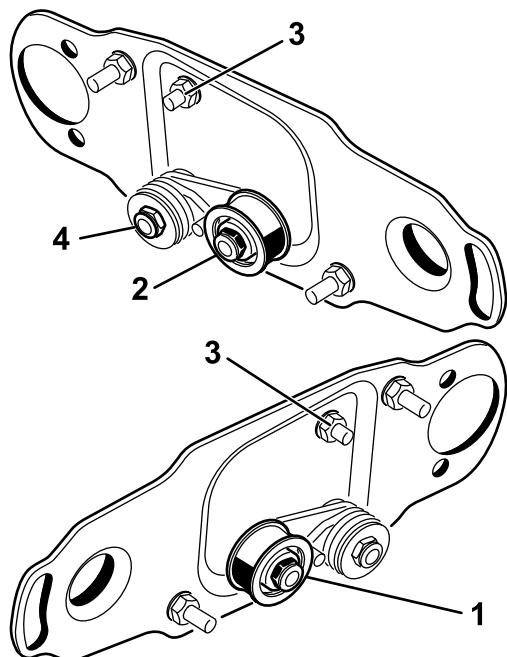

図 2
左前と左後のカッティングユニットについては、カッティングユニットの **右側** にアイドラプーリがくるよう、以下の手順で取り付け位置を変更してください **図 2**
1. カッティングユニットの左側からアイドラプーリ・アセンブリを取り外し、カッティングユニット右側にあるブラシプレートについている低い方の穴に取り付ける **図 2**。
2. キャリッジボルトとナットを外し、以前にアイドラプーリ・アセンブリが取り付けてあった上穴にこれらを移動させる **図 2**。